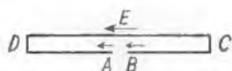

Bild 10. Gefalteter Dipol mit eingezeichneten Stromrichtungs-pfeilen
(siehe Bild 10). Der Dipol (DC) hat die Länge $\frac{\lambda}{2}$. Wenn wir das Stück BCE (oder ADE) als Übertragungsleitung auffassen, so hat der Strom (Richtung durch Pfeile gekennzeichnet) in E die gleiche Stärke wie in B, ist jedoch um 180° phasenverschoben (vgl. Pfeilrichtung in B und E, wenn man auf der Linie BCE entlangfährt). Da aber der Punkt E zurückgebogen (zurückgefaltet) ist, haben von B aus gesehen die Pfeile (die Ströme in den beiden Leitern) die gleiche Richtung. Der gefaltete Dipol besteht so aus zwei $\frac{\lambda}{2}$ -Strahlern, die parallelgeschaltet sind und von denen nur der eine gespeist wird.